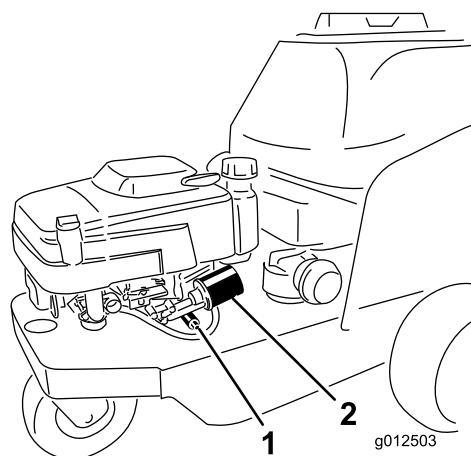

Figura 38
4. Collocate una bacinella di spurgo sotto la valvola di spurgo dell'olio (Figura 38).